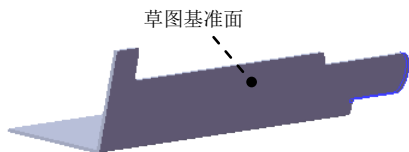

图 12.5.7 薄片 1
Step4. 创建图 12.5.7 所示的钣金特征——薄片 1。
(1) 选择命令。选择下拉菜单 **插入(I)** → **钣金(B)** → **基体法兰(A)...** 命令（或单击“钣金”工具栏上的“基体法兰/薄片”按钮 ）。
(2) 定义特征的横断面草图。
① 定义草图基准面。选取图 12.5.7 所示的表面作为草图基准面。